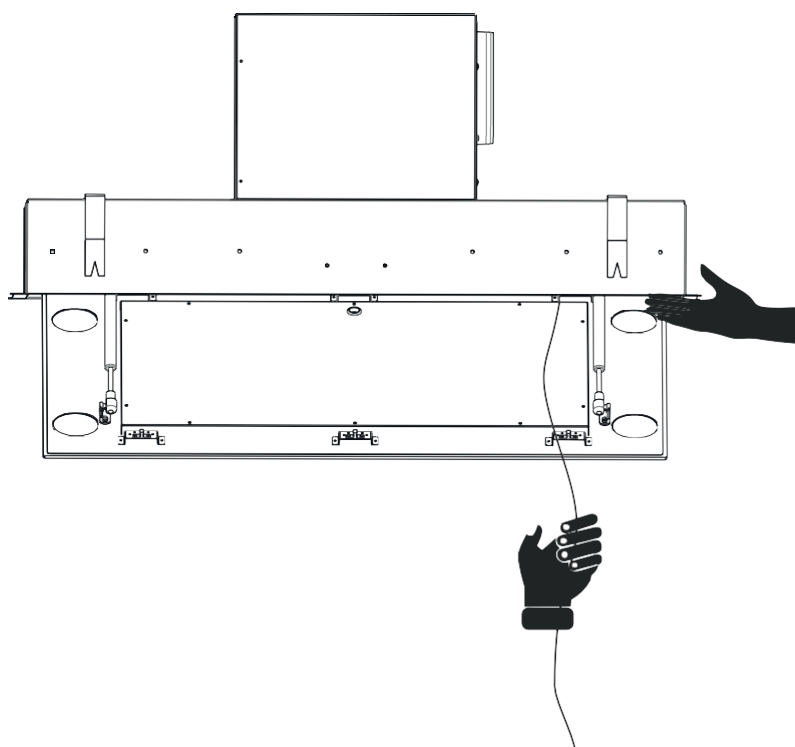

Fig. 12
6. ➤ För att höja ventilatorn med stålvejarna; håll i vejarna med ena handen på den korta sidan och dra nu stålvejarna en efter en. Turas om med detta på de korta sidorna av takmodellen. Varje gång stålvejern dras låser säkerhetslåset stålvejarna på plats (Fig. 12).